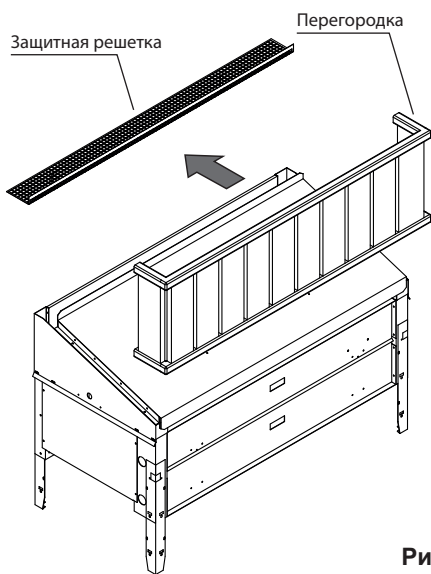

Рис. 8
- Установите перегородку, соблюдая минимальные зазоры безопасности. См. рис. 1 и рис. 8. **Перегорodka не входит в комплект поставки печи.**